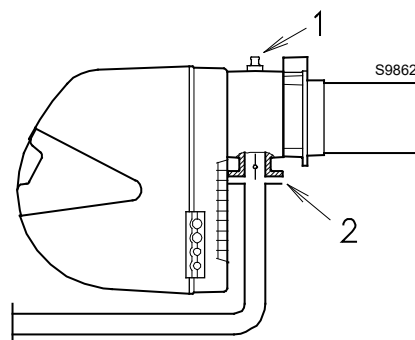

Fig. 18
Pressione del gas misurata alla presa 1)(Fig. 18), con:
Perdita di carico farfalla gas 2)(Fig. 18) con apertura massima: 90°.
- sottrarre dalla pressione del gas alla presa 1)(Fig. 18) la pressione in camera di combustione.
Per conoscere invece la pressione del gas necessaria alla presa 1)(Fig. 18), fissata la potenza massima alla quale si desidera funzioni il bruciatore:
- Leggere sulla destra, colonna 1, la pressione alla presa 1)(Fig. 18).
pressione necessaria alla presa 1)(Fig. 18).